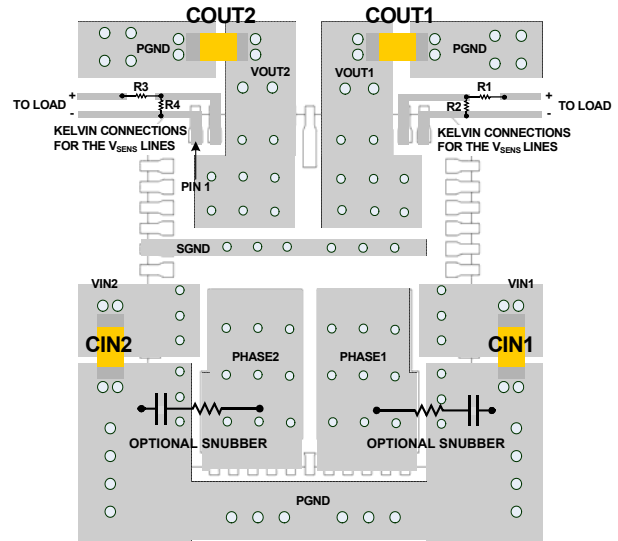

图 32. 建议布局
要想实现稳定的工作、低损耗和良好的热性能，需要在布局上进行一些考虑 (图 32)。
- 对连接至信号接地引脚的元件使用单独的 $SGND$ 接地铜区。如图 32 所示，使用位于同一位置多个过孔在模块下面将 $SGND$ 连接至 $PGND$ ，以避免噪声耦合。不要对由 VIN 、 $PHASE$ 和 $VOUT$ 的有噪声平面层围绕的过孔接地。对于双输出应用， $SGND$ 至 $PGND$ 过孔应当尽可能接近 $SGND$ 引脚。
- 如图 32 所示，可选缓冲器应当放在电板布局的底面，连接 $PHASE$ 至 $PGND$ 平面。